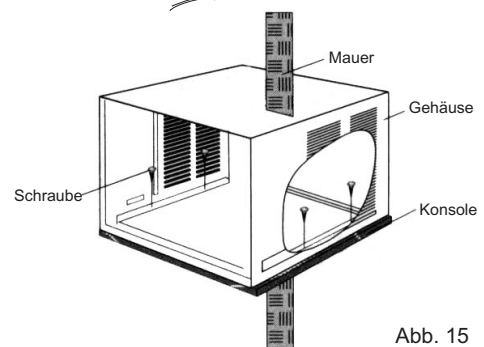

Abb. 15
3. Gehäuse mit den Schrauben auf der Konsole des Klimagerätes befestigen (siehe Abb. 15).